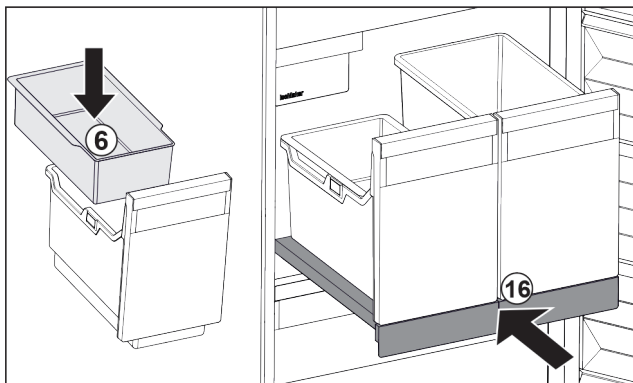

Fig. 96
- Einhängeschale Fig. 96 (6) für Eiskwürfel einsetzen.
- Auszugsbord mit Behälter (IceTower) einschieben. Fig. 96 (16)